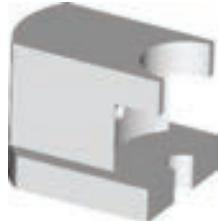

图 11-91 镶块
本实例绘制图 11-91 所示的镶块。
16) 单击“渲染”工具栏中的“渲染”按钮 $\odot$ ，渲染后的结果如图 11-91 所示。